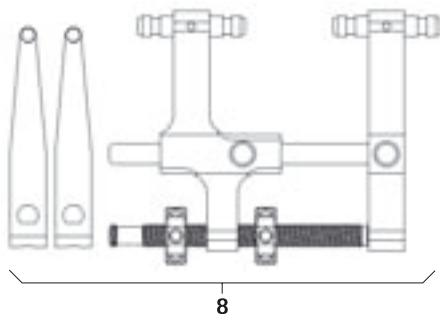

Fig. 12
- Montar el distractor 8 y las hojas distractoras, ver Fig. 12.